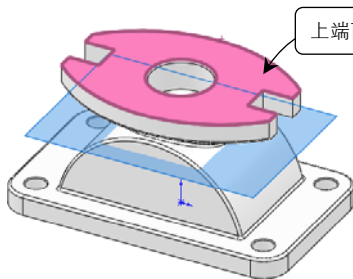

图 3-55 选择面
- 06 选择零件的上端面，如图 3-55 所示。在【基准面】对话框中的 微调框中输入 100。